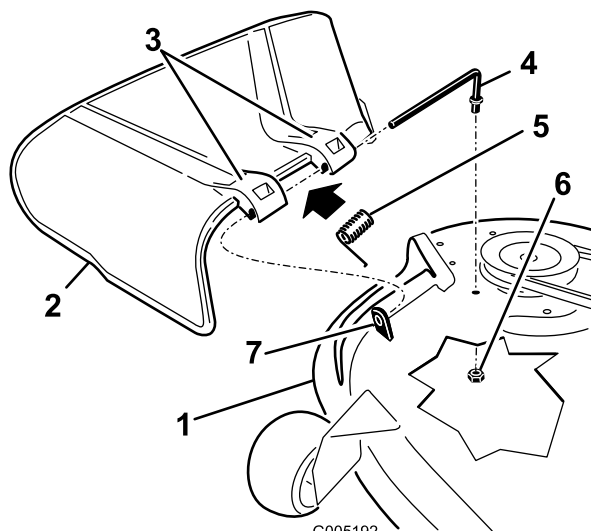

Figura 67
1. Togliete il dado (da 3/8 poll.) dall'asta sottostante il tosaerba (Figura 67).
2. Estraiete l'asta dal distanziatore corto, dalla molla e dal deflettore dell'erba (Figura 67).
4. Riposizionate il deflettore dell'erba (Figura 67).
7. Fate scorrere l'asta attraverso la seconda staffa del deflettore dell'erba (Figura 67).
9. Fissate l'estremità posteriore dell'asta nel tosaerba con un dado (3/8 poll.), come mostrato in (Figura 67).